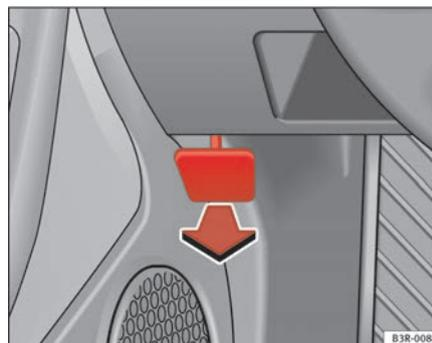

Fig. 170 Detalle de la zona reposapiés del lado del conductor: palanca para el desbloqueo del capó del motor.
- Tire de la palanca que hay debajo del tablero de instrumentos ⇒ **fig. 170** en la dirección de la flecha.